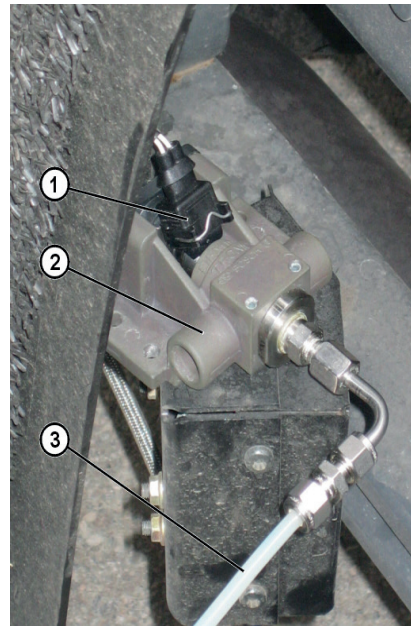

Fig. 7: Testning av pumpens matningsmängd_1
5. Ta loss elstickanslutningen (Fig. 7, Pos. 1) från den fordonsspecifika dosermodulen och anslut till dosermodulen (Fig. 7, Pos. 2).
6. Anslut testtryckledningen (Fig. 7, Pos. 3) till testdosermodulen.